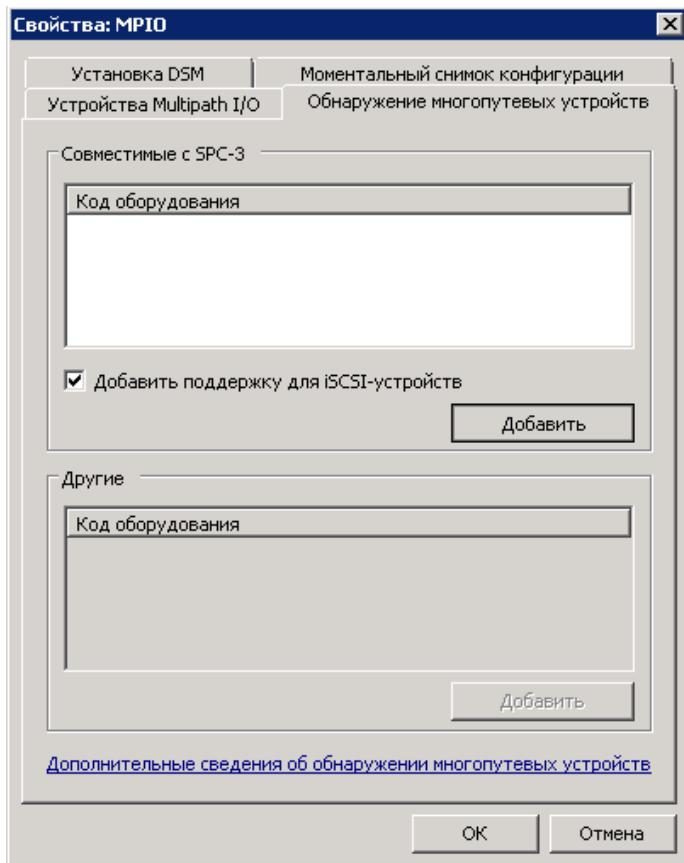

Рисунок 100 – Добавление устройств
2. На вкладке «Обнаружение многопутевых устройств» нажмите кнопку «**Добавить**». Система выдаст сообщение о необходимости перезагрузки системы. После перезагрузки в разделе «**Управление дисками**» панели «Управление компьютером» можно убедиться, что диск будет доступен по нескольким маршрутам (см. Рисунок 100);